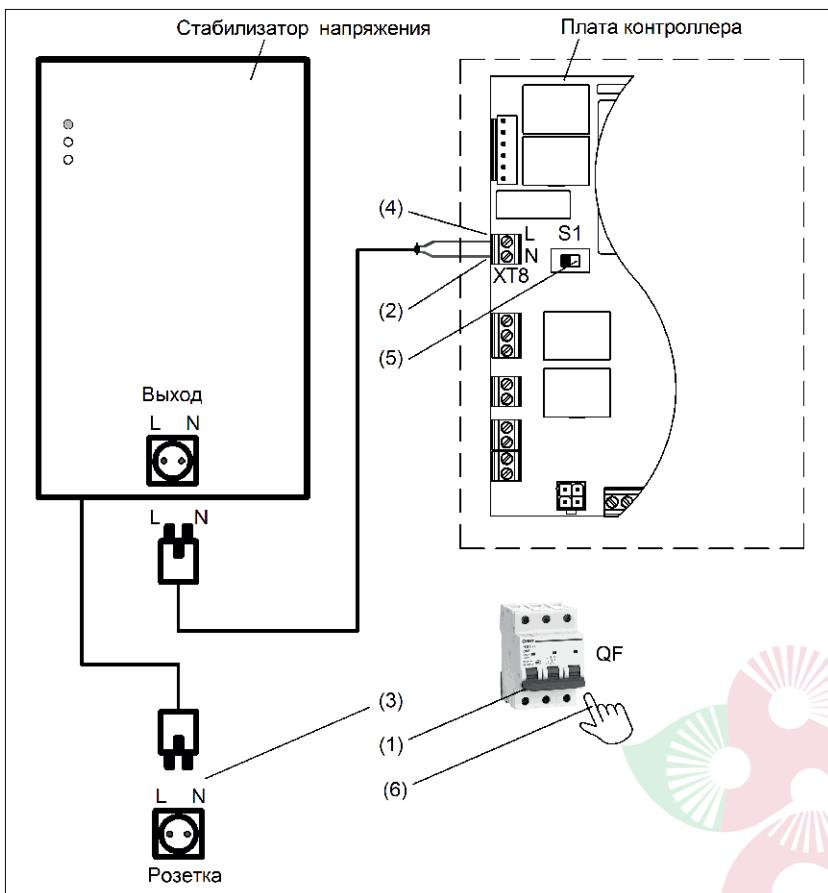

Рисунок 28. Схема подключения стабилизатора напряжения
- Порядок подключения стабилизатора напряжения (см. рис.28).
- (1) Отключить автоматический выключатель QF.
- (2) Подсоединить кабель от выхода стабилизатора к колодке XT8 платы контроллера, строго соблюдая полярность.
- (3) Подключить стабилизатор к сети.
- (4) Убедиться в наличии фазы на верхнем контакте колодки XT8 платы контроллера.
- (5) Перевести переключатель S1 из правого положения в левое положение.
- (6) Включить автоматический выключатель QF.